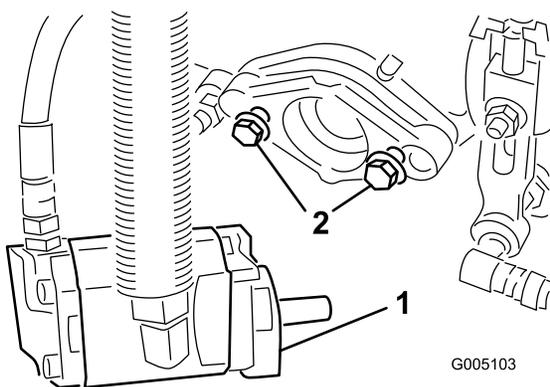

Рисунок 10
6. Убедитесь, что резьба каждого болта крепления приводного двигателя барабана выступает примерно на 13 мм (Рисунок 10).
9. Затяните крепежные болты (Рисунок 10).